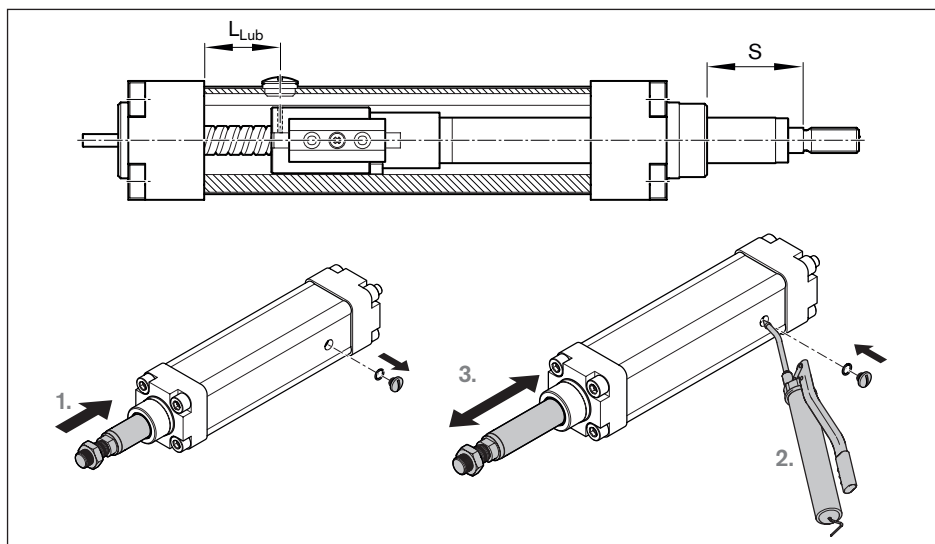

Fig. 37: Lubricación del EMC
1. Introducir el vástago del émbolo hasta la medida S ➡ Fig. 37 de la página 57.